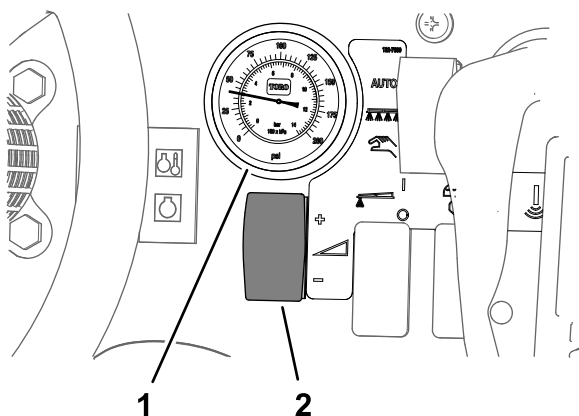

Bild 49
2. Stellen Sie den Druck des Sprühsystems mit dem Dosierungsschalter auf ungefähr 2,76 bar (40 psi) ein, siehe Bild 49.